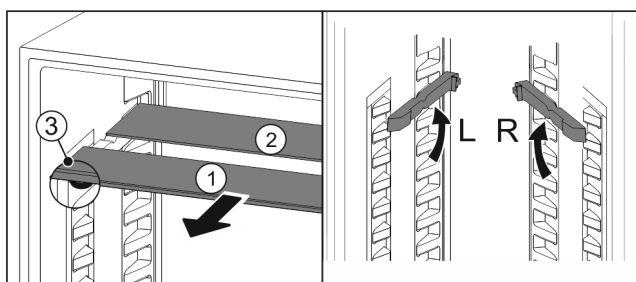

Fig. 71
- ▶ Wyciągnąć Fig. 71 (1) pojedynczo półkę szklane do przodu.
- ▶ Płyta szklana Fig. 71 (1) z listwą ozdobną znajduje się z przodu.
- ▶ Stopery Fig. 71 (3) wskazują w dół.